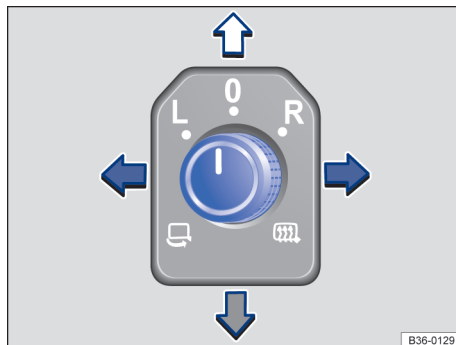

Fig. 91 Secțiune prin portiera șoferului: buton rotativ pentru oglinzile laterale.
2. Rotiți butonul rotativ din ușa șoferului la simbolul dorit → fig. 91.